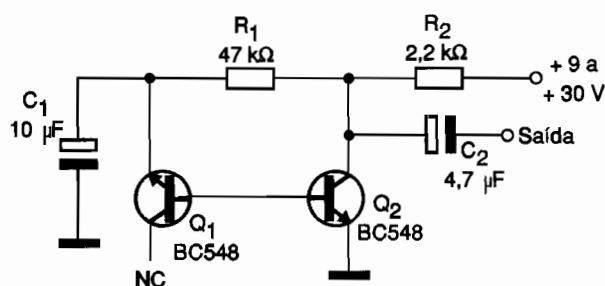

Figura 1
O ruído branco é usado em instrumentos musicais, testes de equipamentos de telecomunicações, circuitos de efeitos sonoros e em muitas outras aplicações. Este ruído consiste em sinais de frequências aleatórias de intensidade constante ao longo da faixa audível. Uma forma simples de se gerar ruído branco é aproveitando-se o ruído térmico da junção emissor/base de um transistor (Q_1), e mantendo-se o coletor desligado (NC). O transistor Q_2 no circuito da **figura 1** amplifica esse ruído que, então, pode ser aplicado num circuito de maior ganho.